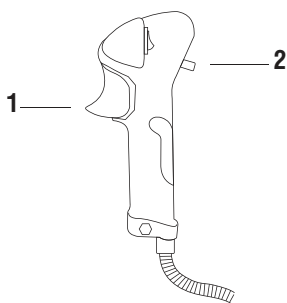

Рис. 15
4. Крепко сжать рукоятку, надавить на клавишу дроссельной заслонки (газ) (Рис. 15) до положения полного открытия и удерживая, надавить на фиксатор курка газа. Затем отпустить клавишу дроссельной заслонки (газ), удерживая фиксатор курка газа.